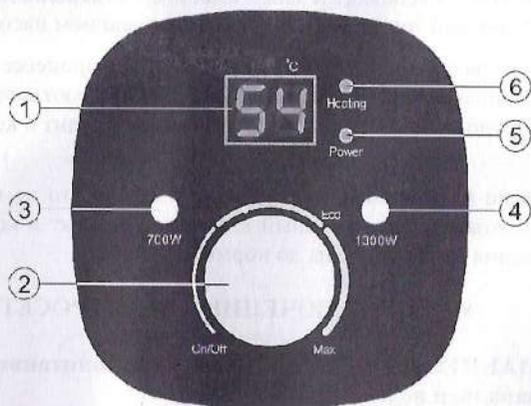

Рисунок 2. Панель управления
**Рисунок 2:** 1 – дисплей, 2 – регулятор нагрева, 3 – кнопка включения и выключения ТЭНа мощностью 700 Вт, 4 – кнопка включения и выключения ТЭНа мощностью 1300 Вт, 5 – индикатор включения, 6 – индикатор нагрева.
Включение/выключение ЭВН осуществляется поворотом регулятора нагрева (Рис. 2, п.2) из зоны «On/Off» и обратно и включением и выключением ТЭНов с помощью соответствующих кнопок (Рис. 2, п.3, п.4). Выбор мощности нагрева осуществляется кнопками (Рис. 2, п.3, п.4). Можно включать кнопки одновременно, либо одну из них.
В процессе эксплуатации ЭВН потребитель может регулировать температуру нагрева при помощи регулятора нагрева (Рис. 2, п.2). Производитель рекомендует устанавливать стрелку регулятора на уровне значения «Есо», что соответствует оптимальному режиму работы и позволит помочь сохранить заявленный срок службы ЭВН. Для увеличения температуры нагрева можно повернуть регулятор в сторону значения «Max», для уменьшения – в противоположную сторону.